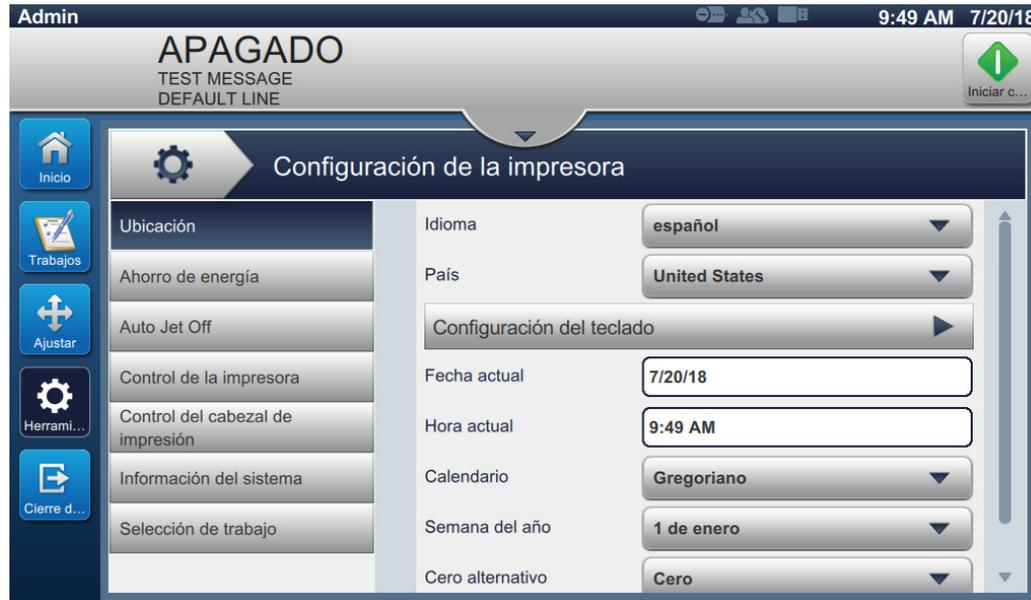

Figura 6-17. Configuración de la impresora
1. Pulse el botón  de la pantalla Herramientas. Se abre la pantalla Configuración de la impresora, como se muestra en la Figura 6-17.